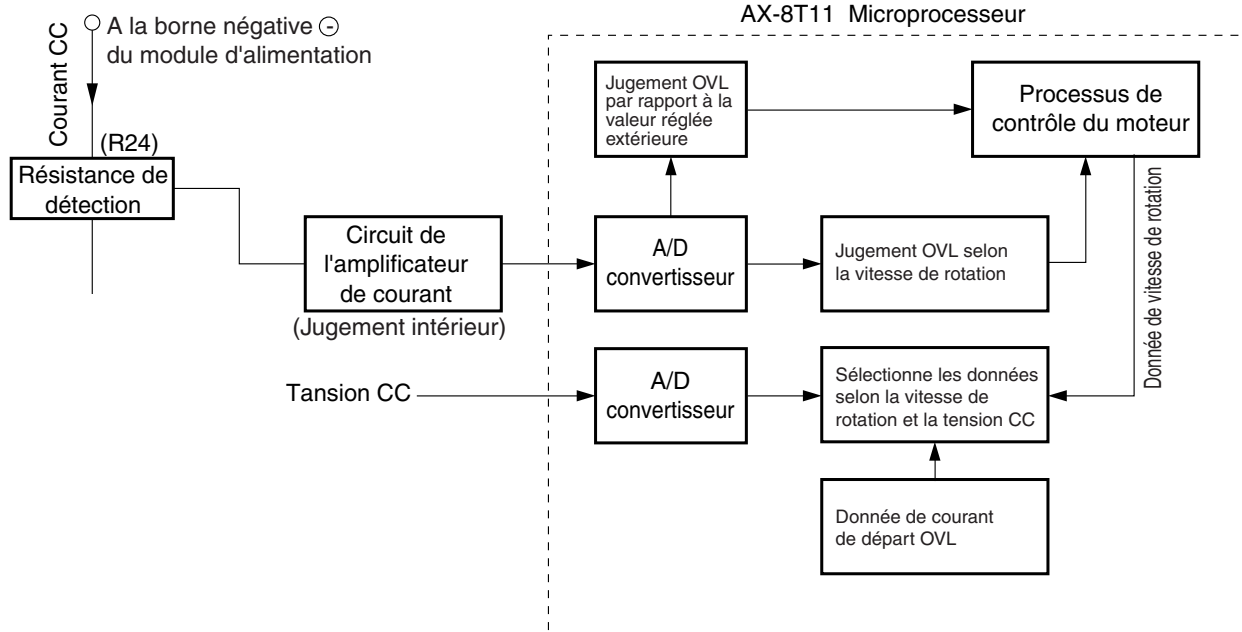

Fig. 7-4 Système de contrôle de surcharge
(2) Circuit de contrôle de surcharge (circuit de contrôle OVL)
- La Fig. 7-4 indique la configuration du système de contrôle de surcharge et la Fig. 7-5 est un diagramme caractéristique des valeurs de jugement de surcharge. Il y a deux méthodes de jugement – le jugement extérieur qui compare la valeur réglée extérieurement avec les valeurs de courant CC, indépendamment de la vitesse de rotation, et le jugement intérieur, qui compare la valeur réglée qui varie selon la vitesse de rotation programmée dans le logiciel du microprocesseur, avec la valeur de courant CC.